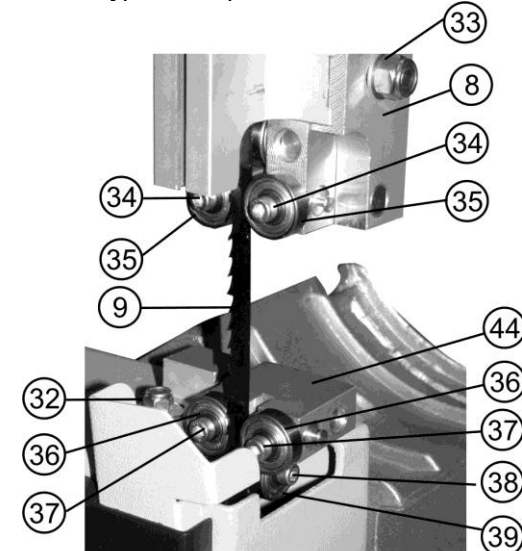
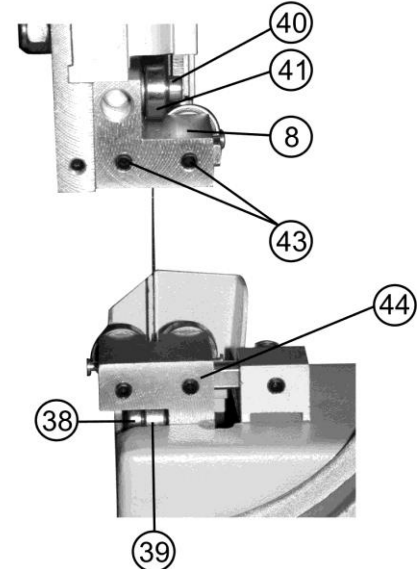

Рис. 12
Рис. 13
11.5.1. Для выполнения качественной работы, уменьшения нагрузки на пильную ленту (9) и обеспечения техники безопасности при выполнении пиления заготовки, нижний край направляющих подшипников (35), Рис. 12, верхней направляющей (8) необходимо установить на высоте не более 3 мм. от заготовки.
11.6. Регулировка нижней и верхней направляющих пильной ленты (Рис. 12, 13)
Рис. 12 и Рис. 13 для наглядности выполнены со снятым рабочим столом